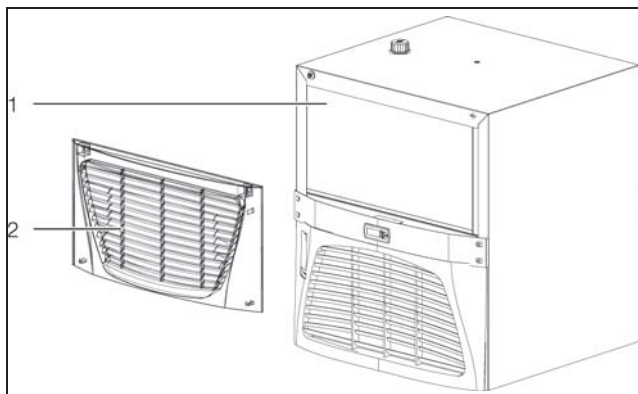

Fig. 60: Pulizia del condensatore (nella figura modelli 3320.6xx e 3334.6xx)
- Rimuovere dal contenitore la griglia di aerazione sul lato anteriore del chiller (fig. 60, pos. 2).
- Pulire il condensatore (fig. 60, pos. 1) con aria compressa.